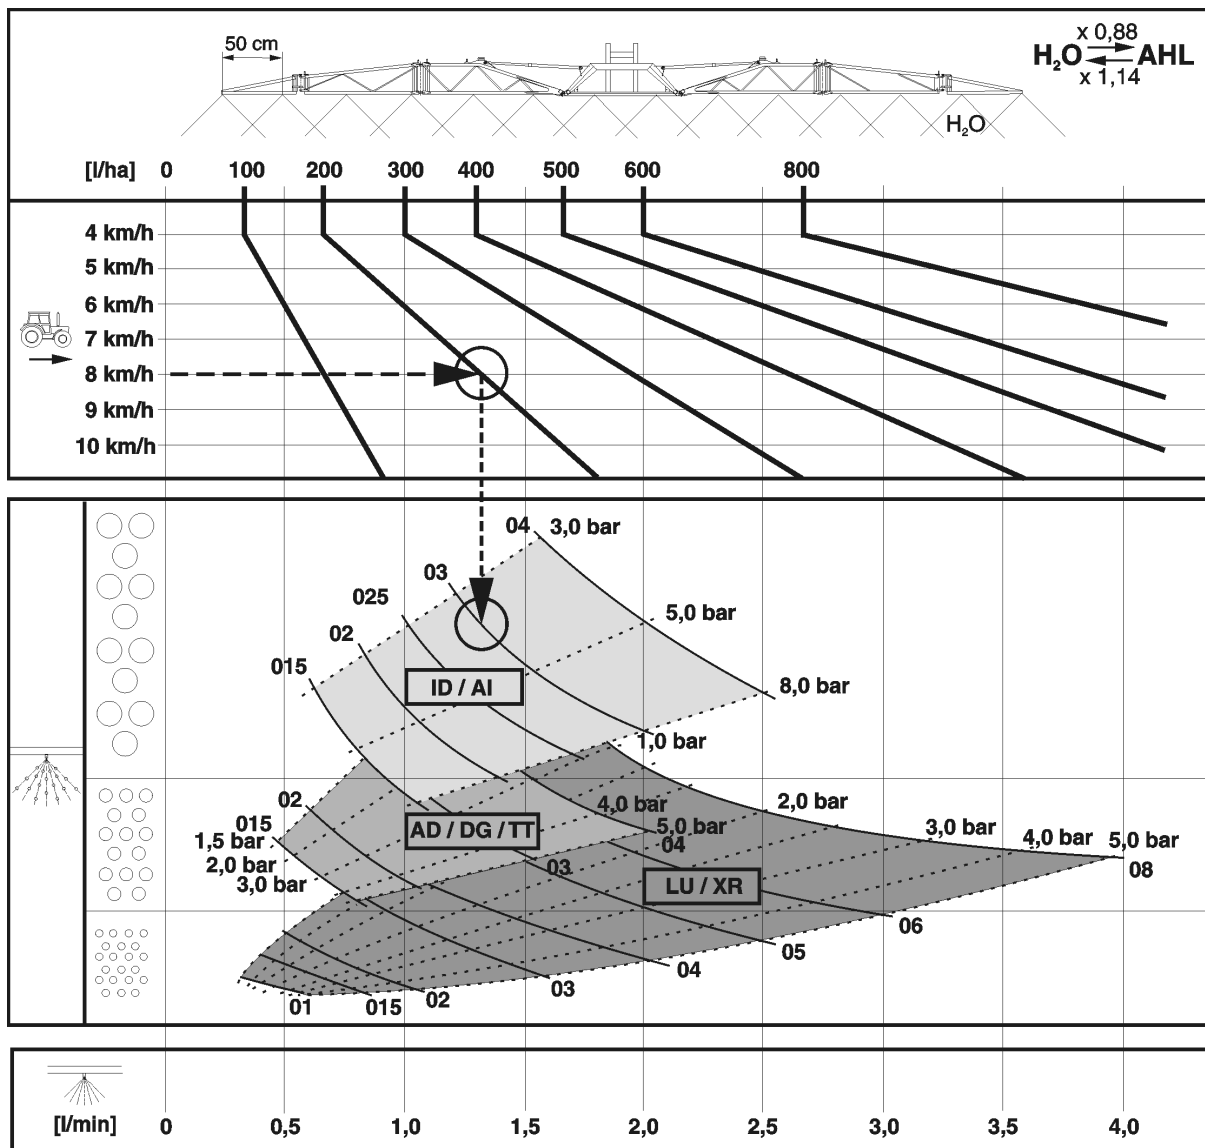

Fig. 196
- Die Fig. 196 dient zur Auswahl des geeigneten Düsentyps. Der Düsentyp wird bestimmt durch